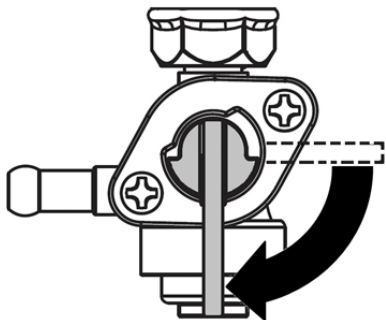

Рис. 11 Топливный кран открыт
4. Откройте топливный кран (Рис. 11).